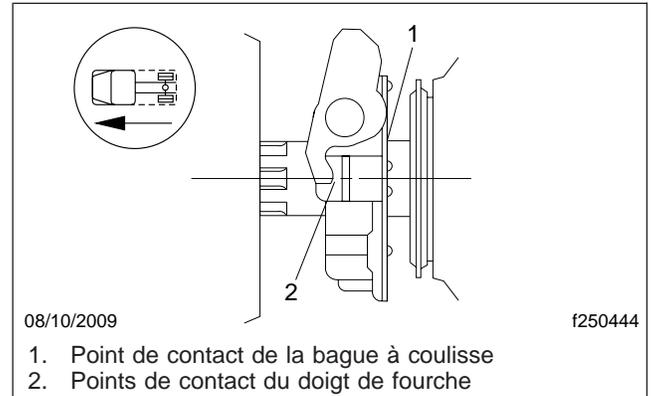

Fig. 2, Graissage des points de contact
4. Essuyez l'excès de graisse et appliquez-la sur les points de contact du doigt de fourche et de la bague à coulisse. Voir la **figure 2**.